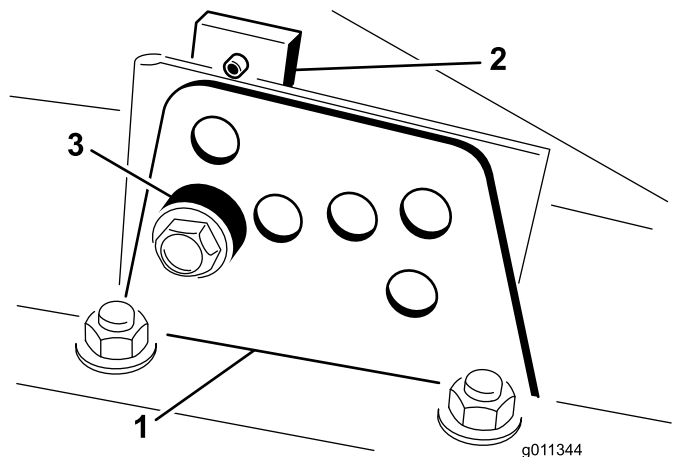

図 24
2. 図 24のように、各刈り高ブラケットを刈り高プレート前と右と左に固定しているボルトをゆるめる。
4. チェンバを支えておきながらスペーサを取り外す 図 24。